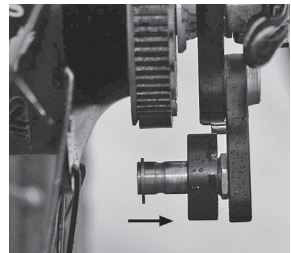

Abbildung 1:
3. Schieben Sie die Snubber-Rolle auf die rechte Einrastposition der Achse. (Abbildung 1)
Überprüfen Sie den Sitz des Snubbers auf der rechten Einrastposition der Achse gemäß Abbildung 1 der Anleitung zum Ausbau des Hinterades. Hängen Sie den Riemen über das Tretlager des Rahmens und verfahren Sie nach der Anleitung zur Montage des Gates Carbon Drive Riemens ab Punkt 4.